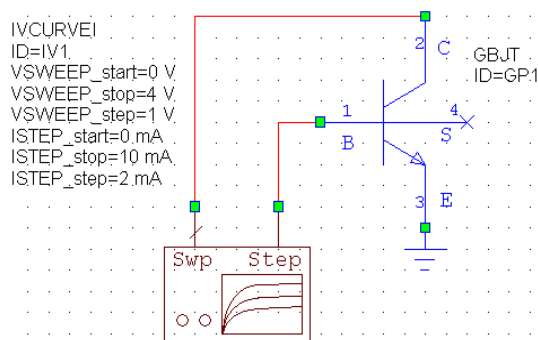

Рис. 4.3
2. Нажмите левой кнопкой мышки на модель **IVCURVE1** и, не отпуская кнопки мышки, перетащите её в окно схемы, отпустите кнопку мышки, позиционируйте элемент как показано на рис. 4.3 и щёлкните левой кнопкой мышки, чтобы зафиксировать его.